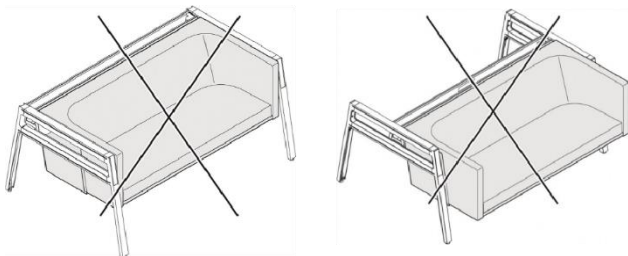

Bild 20 Sofa, unzulässiger Anbau
- In die Basisbauteile (Füße und Kabelkanal) anstelle einer Tischplatte eines Einzelarbeitsplatzes (siehe Bild 20 links).
- In die Basisbauteile (Füße und Kabelkanal) anstelle einer Tischplatte eines Doppelarbeitsplatzes (siehe Bild 20 rechts), wenn kein weiterer Anbau auf der Gegenseite erfolgt.